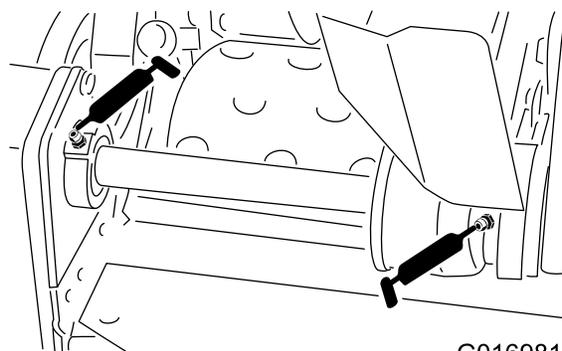

Рисунок 19
- 2 на подшипниках противовеса барабана (Рисунок 19)